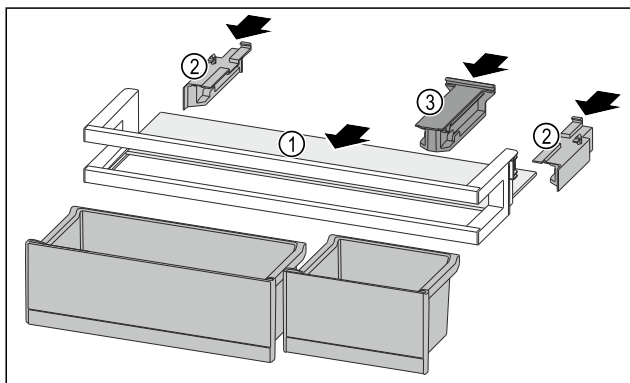

Fig. 151
- Abstellfläche Fig. 151 (1) in die seitlichen Aussparungen einschieben.
- Seitenteile Fig. 151 (2) einsetzen.
- Halteteil Fig. 151 (3) einsetzen.